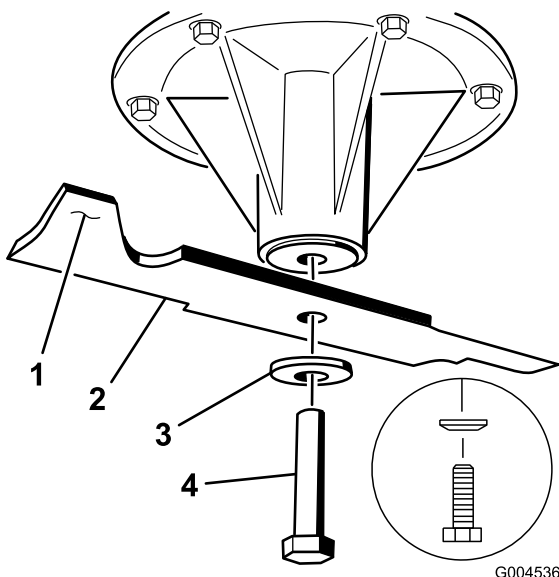

Figura 82
1. Instale la cuchilla en el eje (Figura 82).
2. Instale la arandela de muelle y el perno de la cuchilla. El cono de la arandela de muelle debe estar orientado hacia la cabeza del perno (Figura 82). Apriete el perno de la cuchilla a 115–150 Nm (85–110 pies-libra).